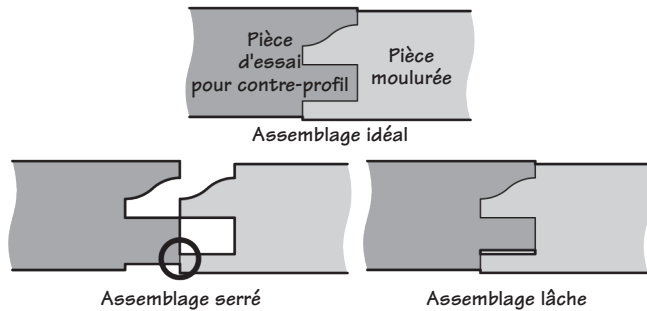

Figure 8 : Vérification de l'assemblage de la languette
7. Vérifiez le réglage du contre-profil avec une pièce préalablement moulurée – voir la **figure 8**. Si l'assemblage de la languette est trop serré, enlevez les cales. Au contraire, ajoutez des cales si l'assemblage est lâche. Afin de prévenir l'éclatement du bois, évitez de faire des languettes trop ajustées.